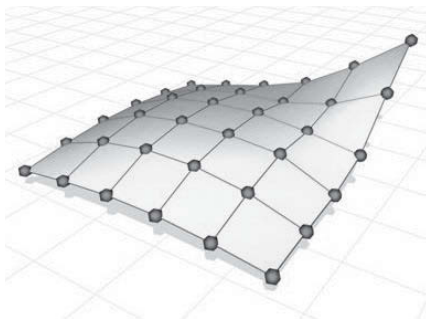

Fig.2.11
- ▶ **La surface de points** : elle est contrôlée par des points toujours placés sur cette dernière (fig.2.11).